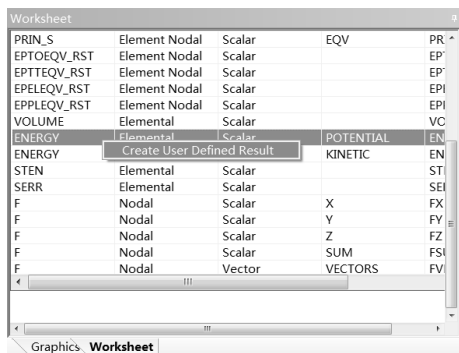

图 4-64 选择项
Step13: 选择 ENERGY 选项,并单击鼠标右键,在弹出的快捷菜单中选择 Create User Defined Result 命令,此时绘图窗口显示如图 4-64 所示的列表。